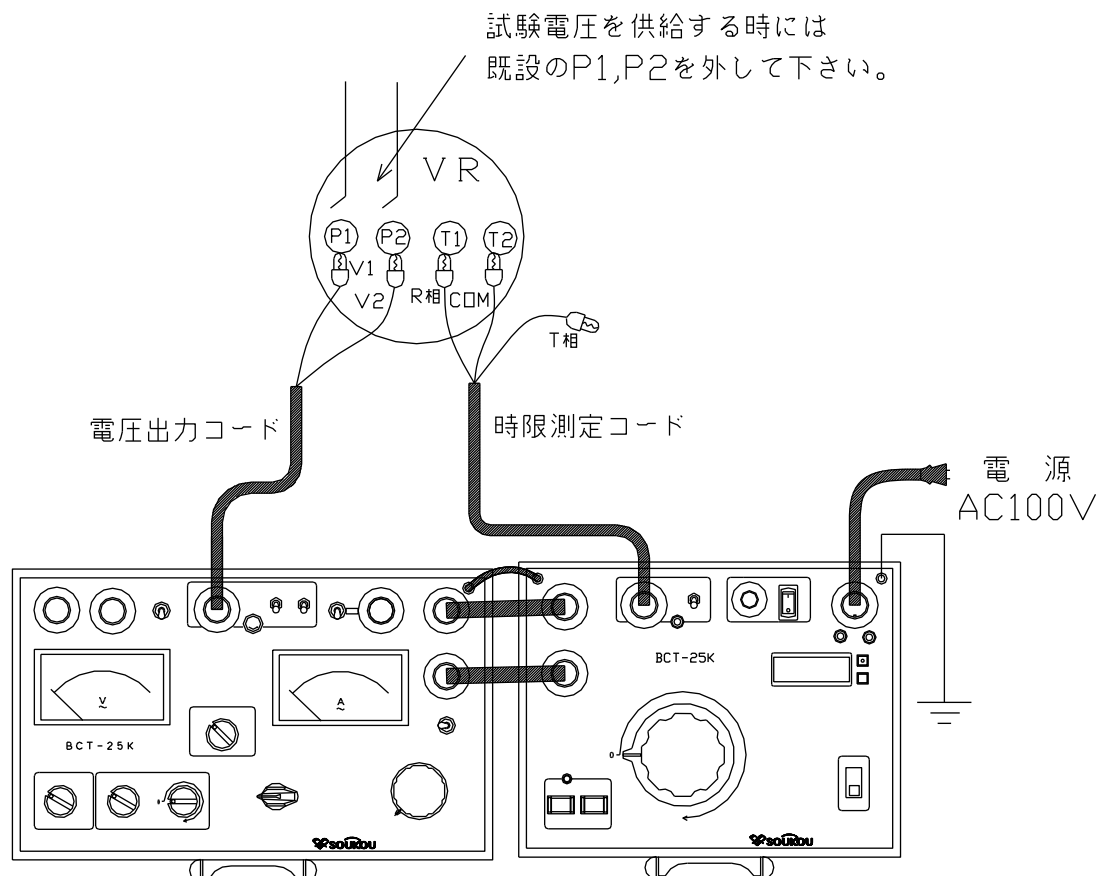

図19 : 試験回路図(停電状態)
4. 以上のような点を注意し、試験回路を構成します。(図19)